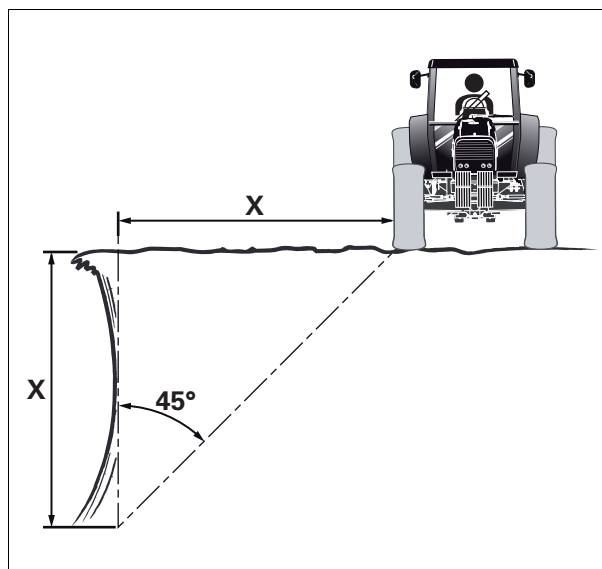

Рис. 4.
- Не выполняйте работу рядом с канавами и насыпями, так как они могут обвалиться. Трактор должен находиться от края канавы или обрыва на расстоянии, равном глубине канавы или обрыва *рис. 4*.